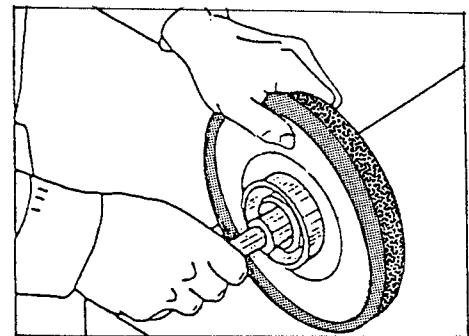

図1-14 専用バーを取付ける
- (3) ダイヤモンド砥石をバランス台にのせる。
- ① 砥石の軸取付け穴と専用バーをきれいに掃除し、専用バーをしっかりとはめ合わせる(図1-14)。